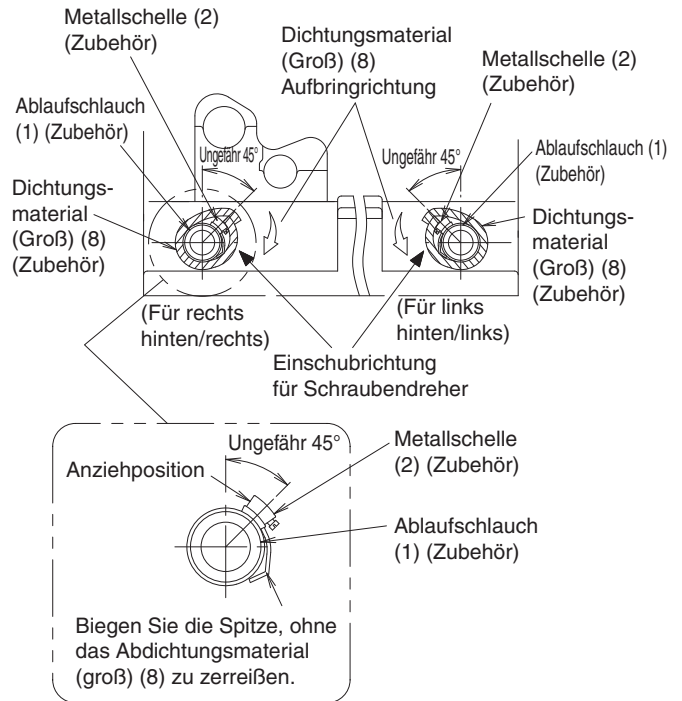

Abb. 26
(Die Metallschelle (2) so einbauen, dass der Befestigungsbereich sich wie in **Abb. 26** gezeigt im Bereich von etwa 45° befindet.)
- Biegen Sie das Ende der Metallschelle (2) so, dass sich das Dichtungsmaterial nicht wölbt. **(Siehe Abb. 26)**